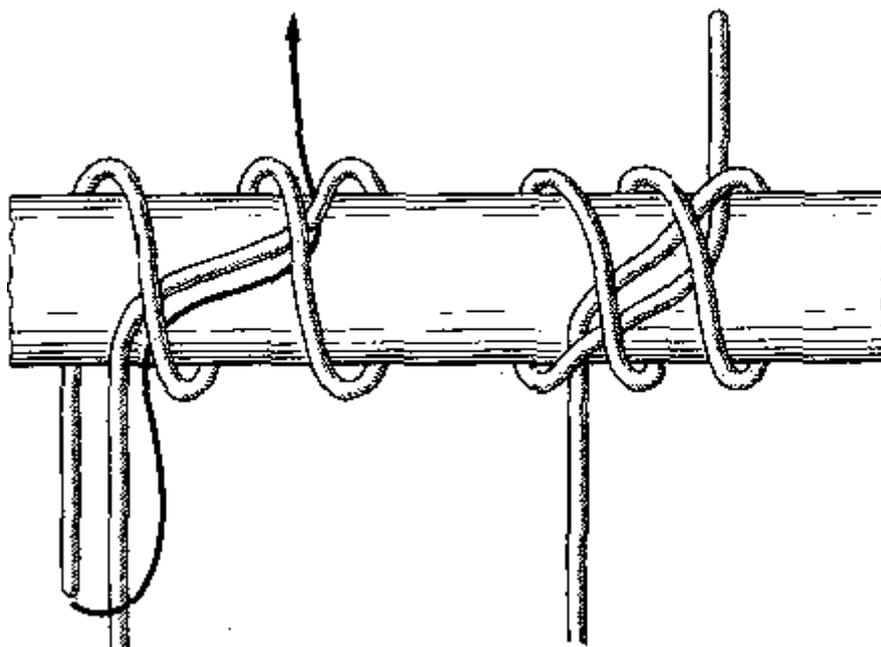

Рис. 51. Двойной «констриктор»
**Двойной “констриктор”** (рис. 51). Хотя этот узел сложнее только что описанного, но затягивается он еще сильнее. Он, как и одинарный “констриктор”, считается незаменимым затягивающимся узлом в быту.